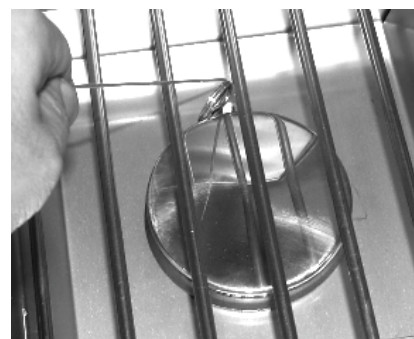

Fig. 32-2 - Éclairage manuel
**ATTENTION:** Attendez toujours cinq (5) minutes le gaz pour se dégager après que n'importe quelle tentative non réussie d'éclairage.
2. Insérez un allumeur brûlant de butane de long-baril, une allumette brûlante de long-tige, ou une allumette brûlante tenue par un support de prolongation de fil par la grille à cuire s'ouvrant au brûleur (fig. 32-2). Tenez la flamme contre le bord du brûleur.
4. Si le brûleur ne se allume pas dans les cinq (5) secondes de tourner le bouton de commande, enfoncez immédiatement le bouton et tournez la valve à **AU LOIN**. **ATTENDEZ CINQ (5) MINUTES** avant de répéter les étapes 2 à 4 des instructions manuelles d'éclairage.